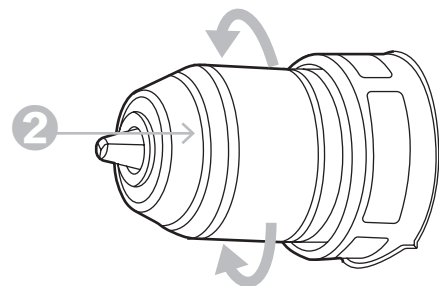

Рисунок 2.3. Установка оснастки
❶ Поверните втулку патрона «2» (рисунок 2.3.) против часовой стрелки для открытия зажимных кулачков настолько, чтобы можно было вставить оснастку. Вставьте оснастку в патрон как можно глубже. Поверните втулку патрона «2» (рисунок 2.3.) по часовой стрелке для затяжки патрона.
❷ Для снятия биты, поверните втулку «2» (рисунок 2.3.) против часовой стрелки. При использовании бит-насадок всегда применяйте универсальный держатель. Используйте только бит-насадки, подходящие к головке винта.